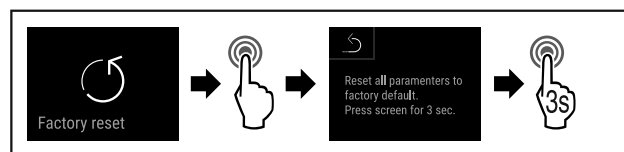

Fig. 105
- ▶ Wykonać czynności (patrz Fig. 105).